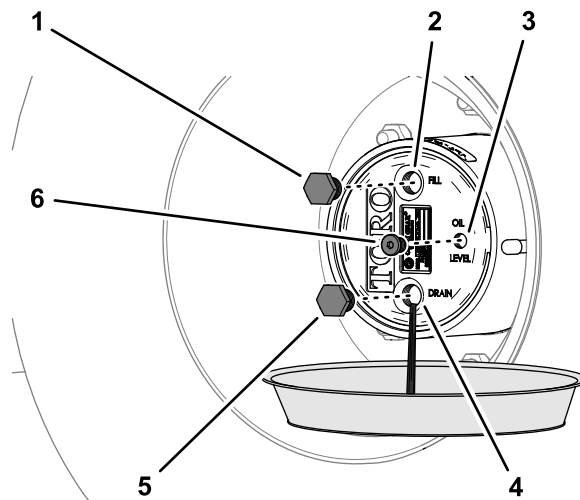

图 99
2. 将放油盘放在行星齿轮传动壳下面取出排油塞、加油塞和检查塞并让润滑油完全排出图 99。